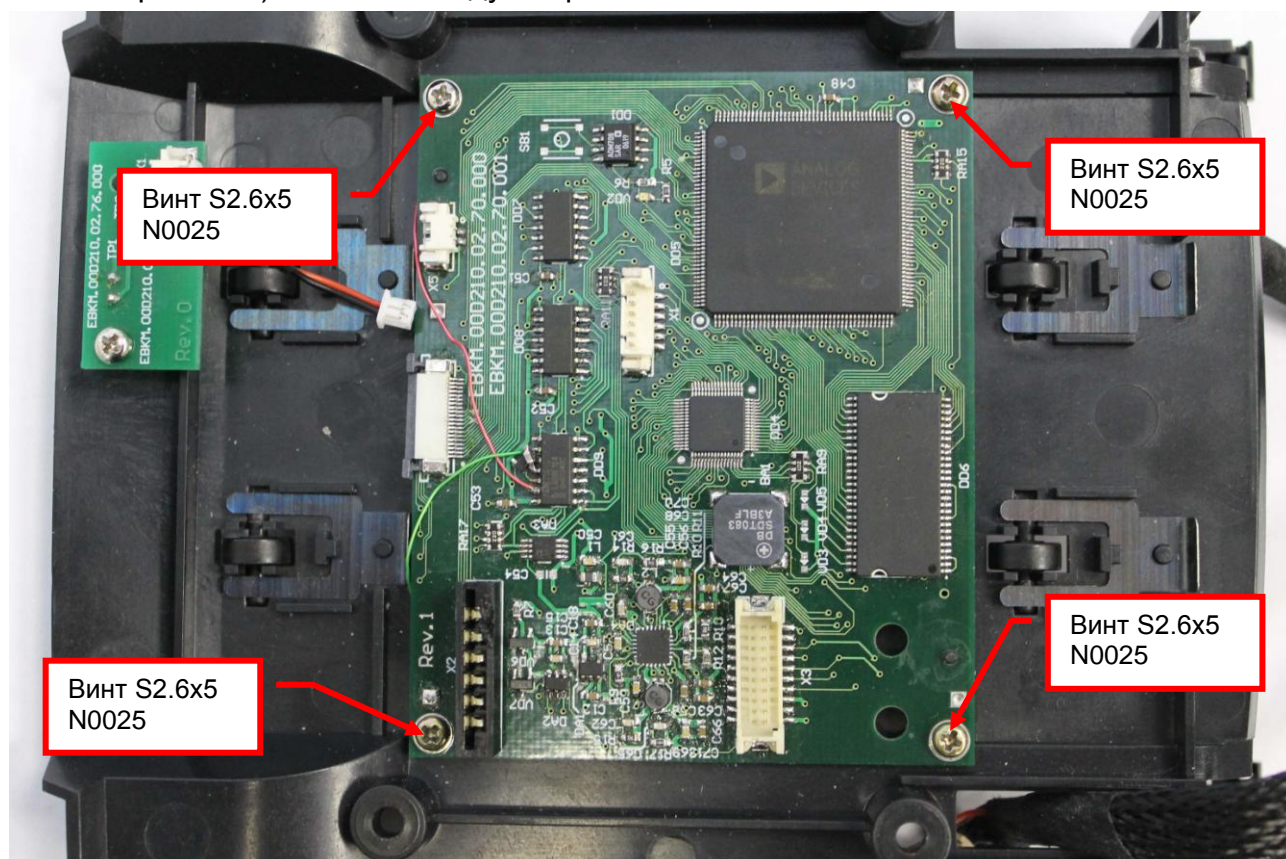

Рис. 8.13
8.4.5 Вывинтите, с помощью отвертки Ph1, винты S2.6x5 N0025 (4 шт.) (см. рис.8.13). Снимите модуль ЦПУ.